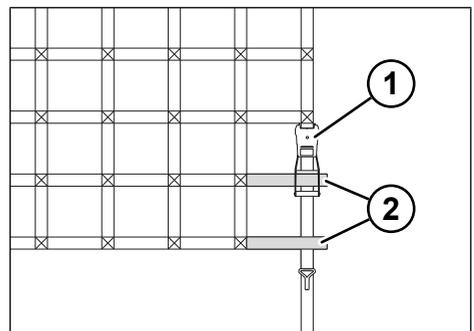

Fig. 8-48: Inserire il cricco attraverso gli occhielli cinghia
- ▶ Tendere la cinghia di tensionamento con cricco tendicinghia, finché il dispositivo di bloccaggio si blocca. Per determinate altezze dello spazio di carico, è necessario prima inserire il cricco tendicinghia attraverso i due occhielli cinghia inferiori per il tensionamento del sistema (vedere "Fig. 8-48: Inserire il cricco attraverso gli occhielli cinghia", p. 163).